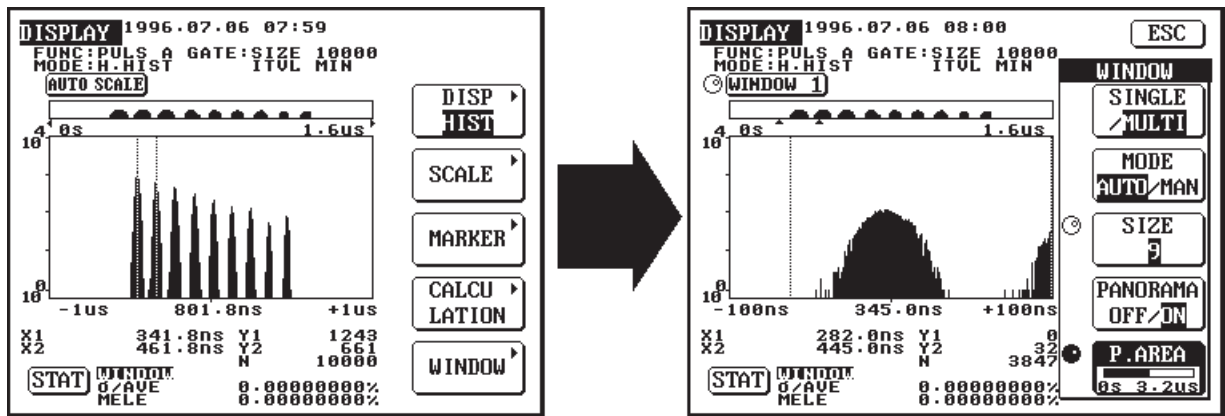
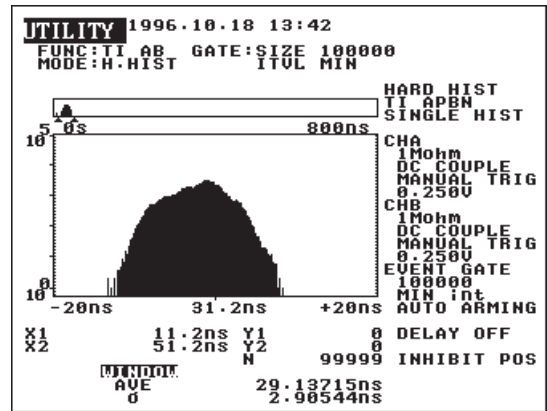

図4 マルチウィンドウ機能
図9 DVDのデータ to クロックの測定
(1) マルチウィンドウ機能(図4)
- ・ヒストグラム表示(図4及び図9)
サンプリングレートが必要となる。連続サンプリングレート14 MS/sのTA320は、この点でも満足している。図9に実測したDVDのデータ to クロックのヒストグラムを示す。